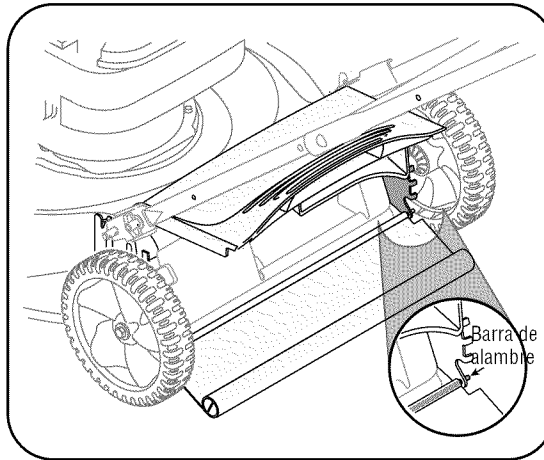

Figura 5
1. Para retirar el alerón trasero, corte el extremo plano de la varilla de cable que lo sujeta a la cubierta. Ver la Figura 5.